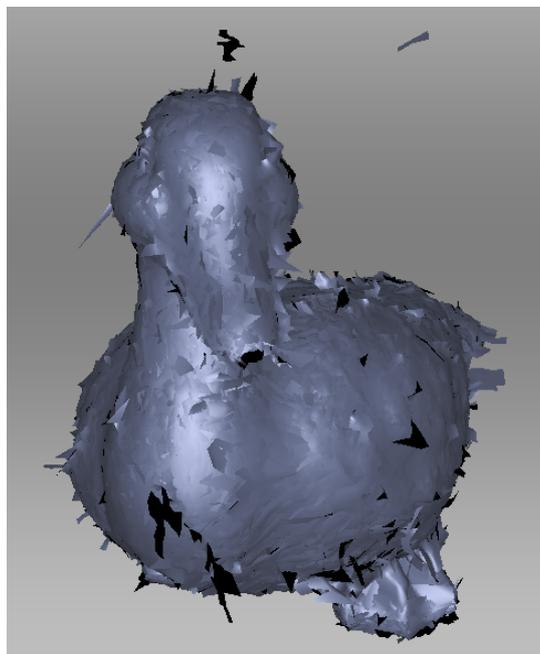

Рис. 9.22: Результат совмещения
4. Нажмите кнопку *Собрать...* для запуска совмещения с указанными ограничениями (результаты сборки показаны на Рис. 9.22). Если вас не устраивают результаты сборки, нажмите кнопку  и создайте дополнительные наборы точек или переместите существующие наборы. Для повторения ранее отмененной операции нажмите .